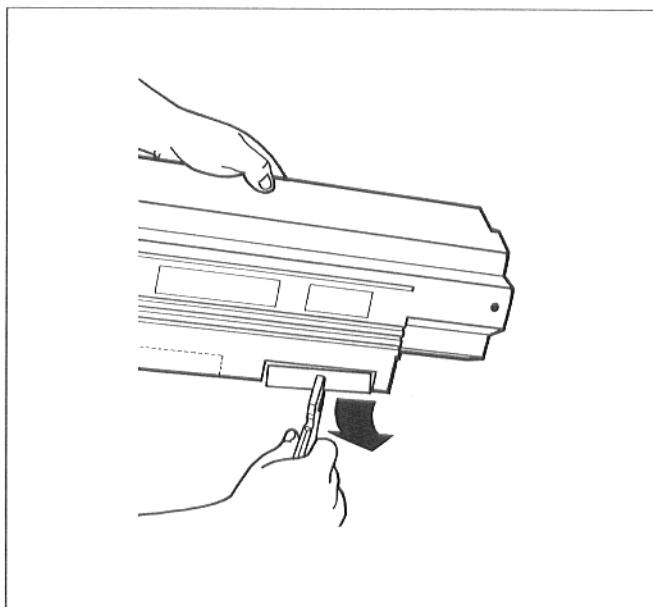

Рис. 54
- Выломать предусмотренные для этого части кабельного ввода в задней стенке (рис. 54).